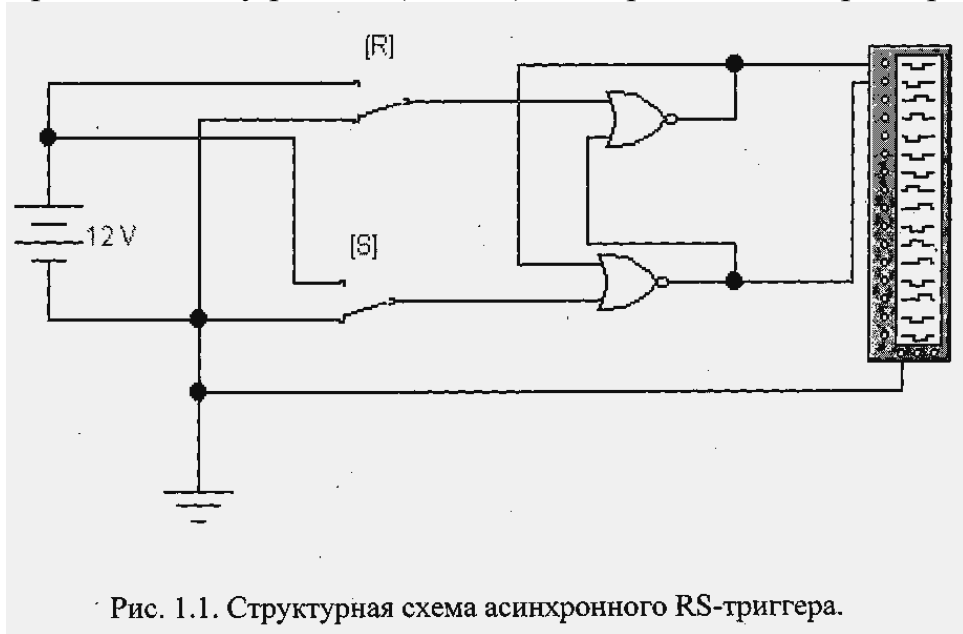

Рис. 1.1. Структурная схема асинхронного RS-триггера.
1. Построить структурную схему асинхронного RS-триггера, приведенного на рис.1.1